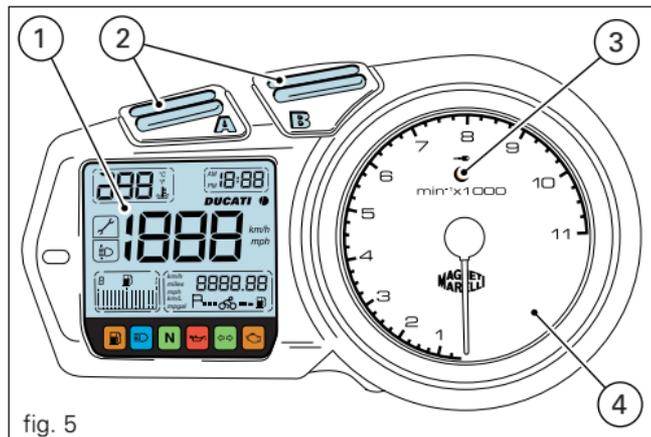

fig. 5
Appuyer sur la touche (A, fig. 5) pendant 2 secondes ; AM clignote. Si on appuie sur la touche (B, fig. 5), PM clignote ; en appuyant sur la touche (B), on retourne d'un pas en arrière. Appuyer sur la touche (A) pour valider le choix et passer au réglage des heures qui se mettent à clignoter. Utiliser la touche (B) pour modifier l'heure. Appuyer sur la touche (A) pour valider le choix et passer au réglage des minutes. Utiliser la touche (B) pour modifier les minutes. En appuyant sur la touche (B) pendant plus de 5 secondes, les heures ou les minutes défilent plus rapidement. Appuyer sur la touche (A) pour valider le choix et quitter la fonction du réglage horloge.
En appuyant sur la touche (B, fig. 5) lorsque la clé est sur ON, on obtient le défilement des fonctions suivantes :
Il indique la distance parcourue depuis la dernière remise à zéro. Pour remettre ce compteur à zéro, accéder à la fonction et appuyer sur la touche (A, fig. 5) pendant au moins 2 secondes. Après 9999,9 km (ou miles), le compteur partiel retourne automatiquement à zéro.
La centrale électronique signale automatiquement au tableau de bord le modèle de la moto et l'unité de mesure à afficher ; pour modifier ces paramètres, appuyer simultanément sur les touches **(A, fig. 5)** et **(B, fig. 5)** et mettre le contact en tournant la clé de la position **OFF** à la position **ON**. Le modèle et la version de la moto clignotent à l'écran. Appuyez sur la touche **(B)** pour faire défiler tous les choix possibles. Pour mémoriser, appuyer sur la touche **(A)** pendant au moins 5 secondes, jusqu'à l'affichage de l'indication **OFF**, puis couper le contact en ramenant la clé sur la position **OFF**.